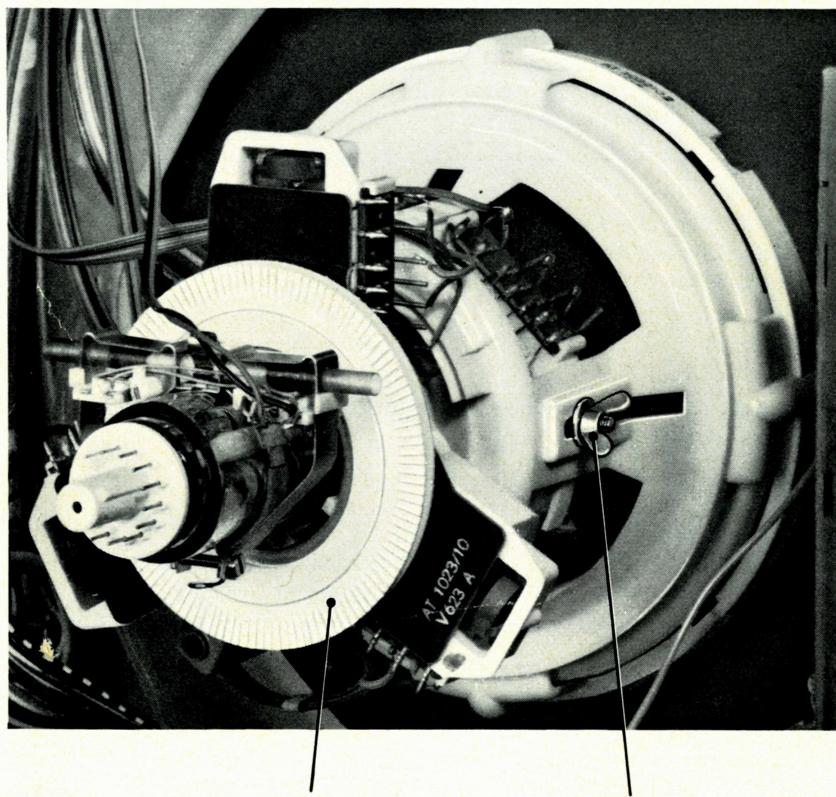
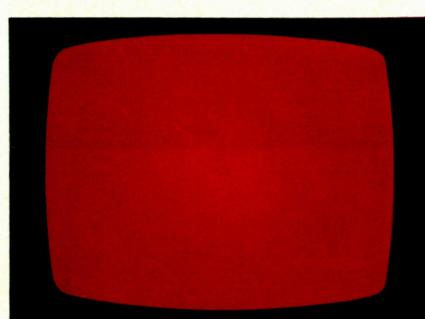
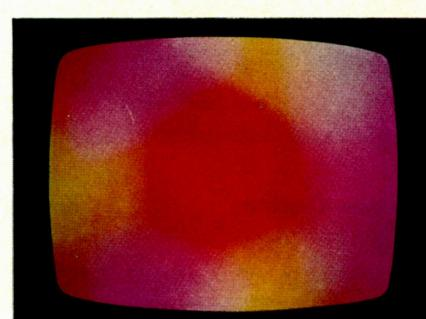

Fig. 2
Fig. 4
Fig. 5
3. Rot-Katodenstecker abziehen (Fig. 8). Bildschirm sollte dann gleichmäßig rot sein (Fig. 4). Ist Bildschirm ungleichmäßig rot oder farbfleckig (Fig. 5), so ist die Farbreinheit einzustellen.
2. Flügelmuttern am Ablenksystem, Fig. 2, lösen und Ablenksystem weit auf dem Hals verschieben, bis ein roter Fleck erscheint (Fig. 5).